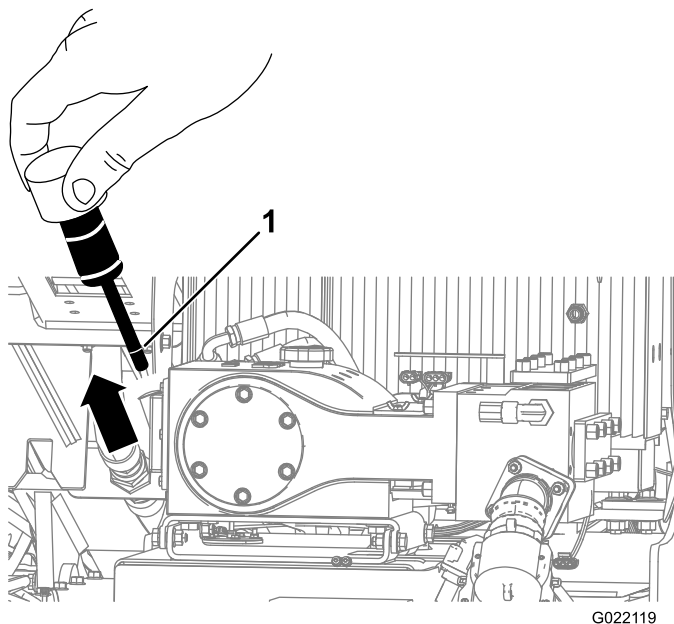
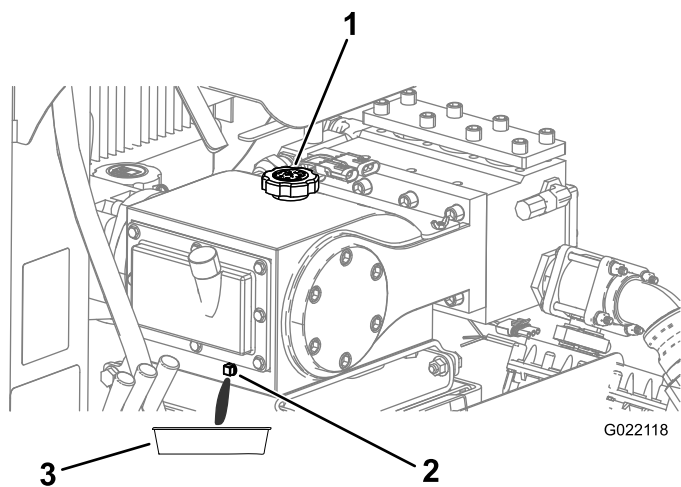

Рисунок 111
Рисунок 112
3. Извлеките измерительный щуп (Рисунок 111).
4. Убедитесь, что уровень масла находится на отметке заполнения, как показано на Рисунок 111.
4. Удалите сливную пробку и подставьте сливной поддон под сливное отверстие (Рисунок 112).
6. Дайте маслу стечь из сливного отверстия в сливной поддон (Рисунок 112).
8. Снимите крышку маслозаливной горловины (Рисунок 112) и залейте приблизительно 1,9 л (2 кварты) масла или пока его уровень не достигнет отметки заполнения по измерительному щупу, как показано на Рисунок 111.